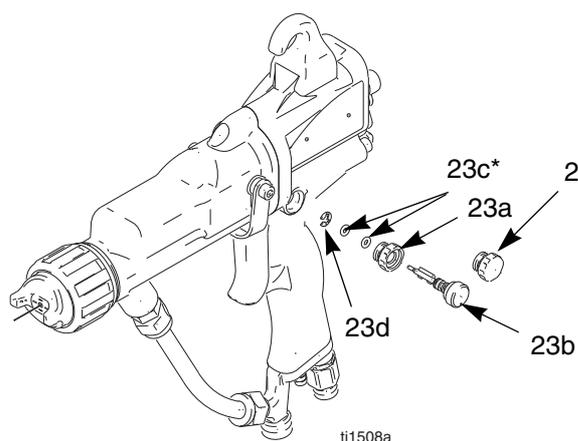

Fig. 22. Vanne de limiteur d'air d'atomisation
2. Retirez la vanne de limiteur d'air d'atomisation (23). Vérifiez le joint torique (23c*). Remplacez si nécessaire. Consultez la FIG. 22.
3. Installez une nouvelle vanne de limiteur d'air d'atomisation (23) ou démontez et remontez les pièces individuellement. La saillie de la vanne doit être orientée de manière à dégager l'axe de la vanne d'air (21).